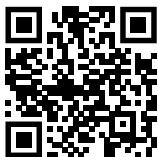

Fig. 127
- ▶ Відкрити Liebherr SmartMonitoring Dashboard. (див. Fig. 127)